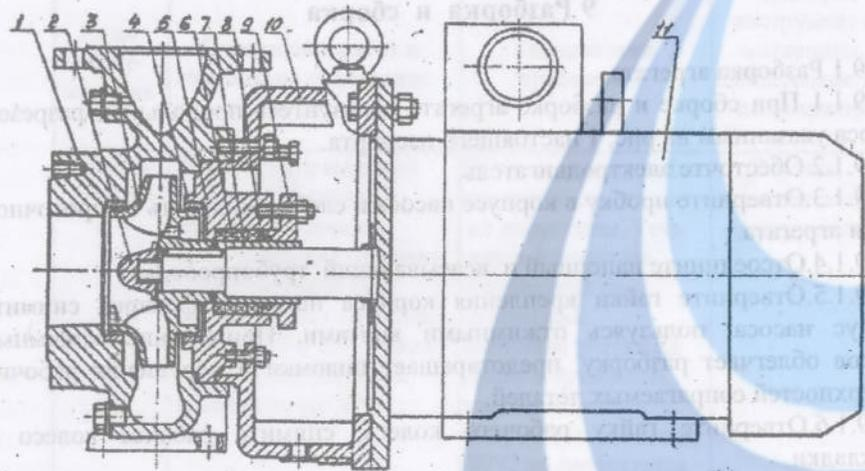

Рисунок 1 – продольный разрез насоса:
6.1 Агрегат состоит из центробежного насоса и специального двигателя с удлиненным концом вала, на фланцевом щите которого жестко крепятся корпусные детали (рис. 1).
6.1 Агрегат состоит из центробежного насоса, закрепленного с помощью кронштейна на фланце двигателя (рис. 1).
9.1.1 При сборке и разборке агрегата пользуйтесь продольным разрезом насоса указанным на рис. 1 настоящего паспорта.
Рис. 1а - продольный разрез насоса